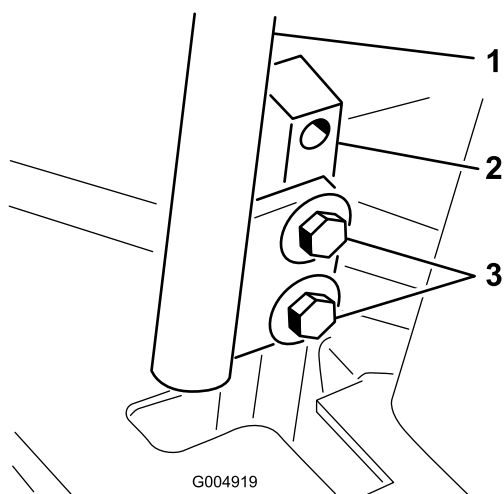

Figure 64
3. Desserrez les boulons de fixation des leviers de commande (Figure 64).